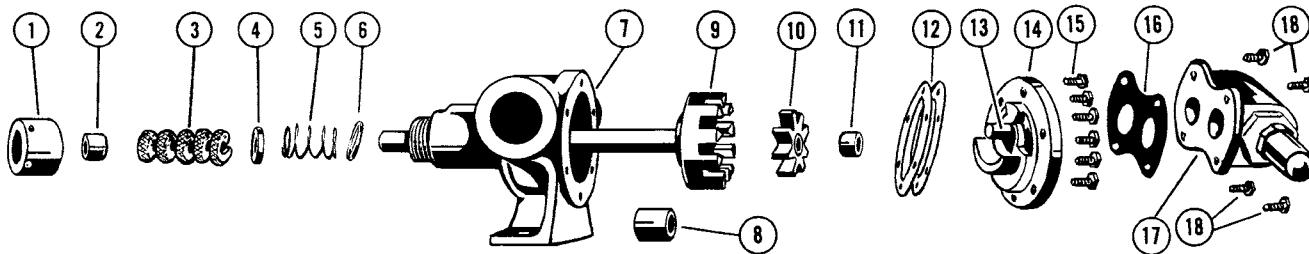

FIGURE 5 – VUE ECLATEE DU MODELE G32
1. Voir Figures 5 à 12 pour le nom des pièces.